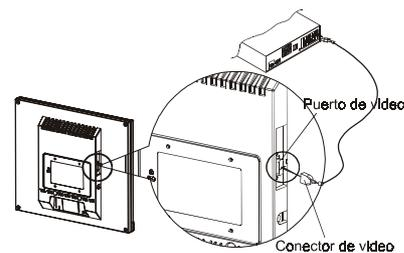

Figura 1-5
2. Conecte una extremidad del cable de señal a la salida VGA de Monitor de LCD. (Refiérese a la Figura 1-5)